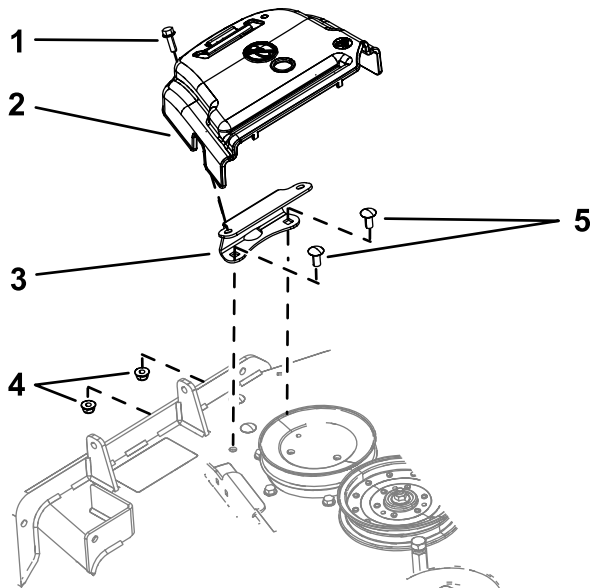

Bild 2
1. Drehen Sie die Schraube, mit der die Riemenabdeckung am Mähwerk befestigt ist, nach links, um sie zu lösen (Bild 2).
2. Entfernen Sie die Riemenabdeckung und Schraube von der Befestigungshalterung (Bild 2).
1. Entfernen Sie die zwei Schrauben und zwei Bundmutter, mit denen die Befestigungshalterung für die Abdeckung am Mähwerk befestigt ist (Bild 2).